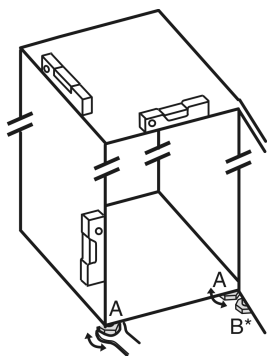

Fig. 5
- ▶ Развийте регулируемите крачета Fig. 5 (A) с приложения гаечен ключ и с помощта на нивелир, докато уредът се изравни стабилно и хоризонтално.
- ▶ Развийте регулируемото краче Fig. 5 (B) на лагерната стойка с приложения гаечен ключ, докато то опре върху пода.
- ▶ Завъртете регулируемото краче Fig. 5 (B) с още 90°.